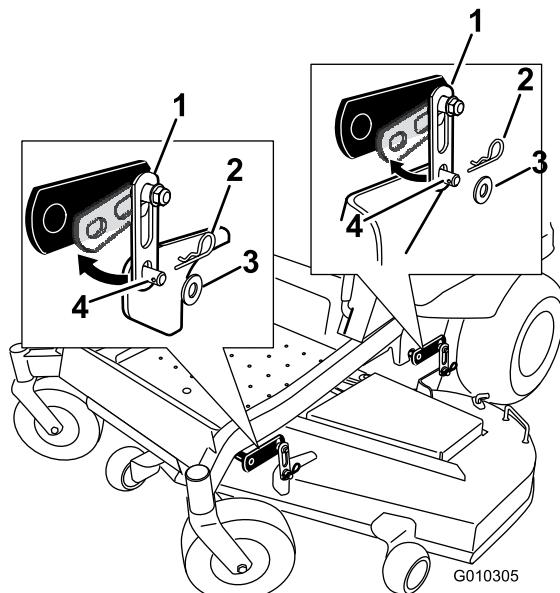

Figura 70
| <ol style="list-style-type: none"> 2. Retire los herrajes de las pletinas de suspensión delanteras y traseras en ambos lados de la carcasa (Figura 70). | |
6. Eleve la parte trasera de la carcasa del cortacésped y sujetela el soporte trasero de la carcasa a las pletinas de suspensión traseras. Sujételos con una arandela y un pasador de horquilla (Figura 70).
7. Conecte el soporte delantero de la carcasa del cortacésped a las pletinas de suspensión delanteras y sujetelas con una arandela y un pasador de horquilla (Figura 70).